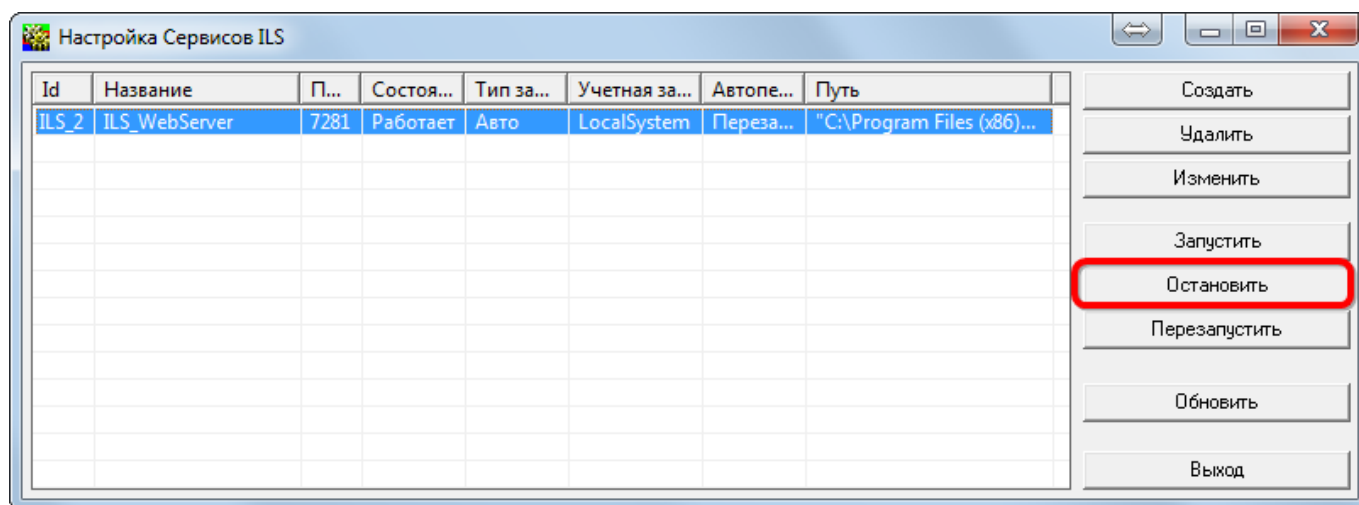

Рис. 4-14 – Остановка web-сервера
2) В окне «Настройка Сервисов ILS» выделить строку с названием сервиса и нажать кнопку «Остановить» (рис. 4-14).